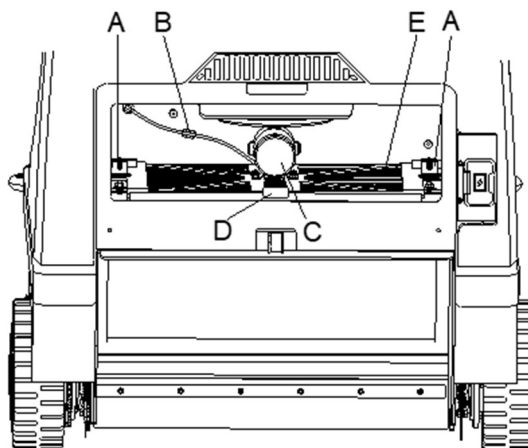
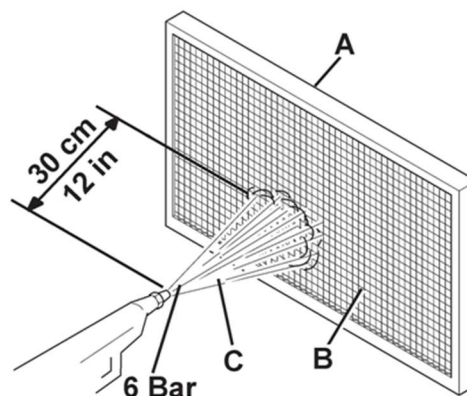

Figura 31
Figura 32
7. Deșurubați butoanele-șurub (A, Figura 31).
8. Deconectați conectorul motorului agitatorului filtrului (C, Figura 31) (B, Figura 31).
9. Scoateți cadrul de fixare al filtrului de praf (D, Figura 31).
10. Îndepărtați filtrul de praf (E, Figura 31).
11. Într-o zonă exterioară, curățați filtrul agitându-l pe o suprafață plană și curată, lovind ușor partea (A, Figura 32) opusă sitei de sârmă (B, Figura 32). Finalizați procedura de curățare utilizând aer comprimat (C, Figura 32) la maxim 6 bari (85 psi), suflând numai din partea laterală a sitei de sârmă (B, Figura 32), la o distanță minimă de 30 cm. În funcție de tipul filtrului, respectați următoarele precauții:
- Instalați filtrul (E, Figura 31) cu sita de sârmă (B, Figura 32) orientată în sus.